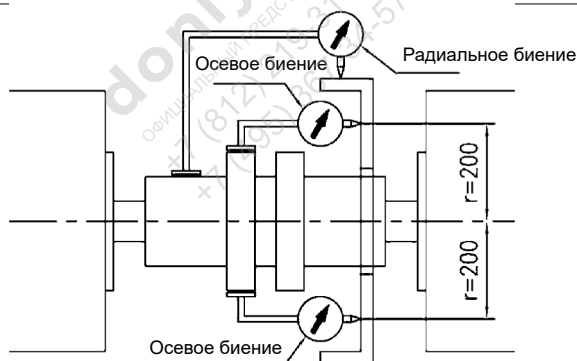

Рисунок 2. Выравнивание
- При вращении вала, соединяющего редуктор и главный двигатель, он должен быть концентричен с валом двигателя. Чтобы учесть это требование, необходимо измерить радиальное и осевое биение при помощи специальных измерительных устройств. См. рисунок 2 (двигатель и входной вал редуктора должны вращаться синхронно).